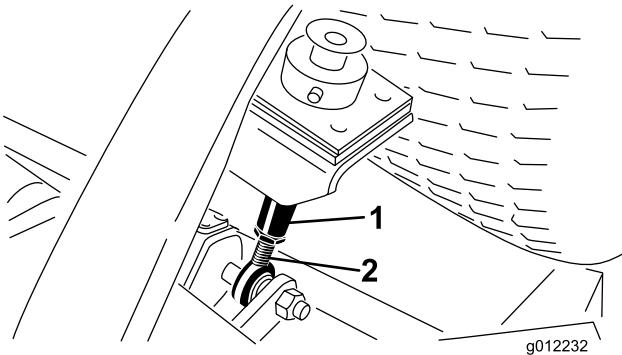

Figura 11
- Afloje las contratuerca del extremo inferior de las varillas de ajuste de la altura de corte (Figura 11).